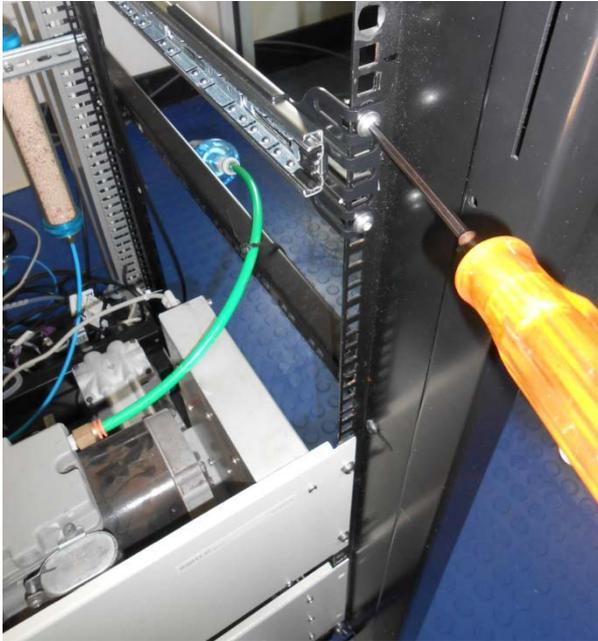

Figure 76 – Fixation des glissières à l'avant du rack
7. Fixer solidement les deux glissières externes assemblées sur les côtés gauche et droit du rack à l'aide d'écrous, de rondelles et d'écrous cages/bloquants M6 (voir Figure 76).